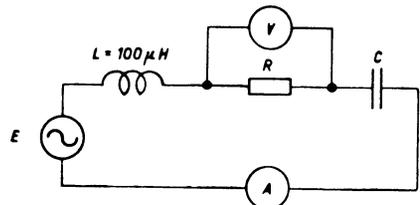

Fig. 48
48. Im Serie-Schwingkreis gemäß Fig. 48, in welchem R der gesamte Verlustwiderstand darstellt, sind zu berechnen: a) Die Kapazität C , die erforderlich ist, um $1\ \text{MHz}$ Resonanzfrequenz zu erhalten. b) Die Spannungen an C und L , wenn $10\ \text{mA}$ Resonanzstrom fließen. c) Die Kreisgüte Q , wenn das Voltmeter bei $10\ \text{mA}$ Resonanzstrom $50\ \text{mV}$ zeigt. d) Die Spannung an R bei $+4\text{‰}$ Verstimmung (E konstant).